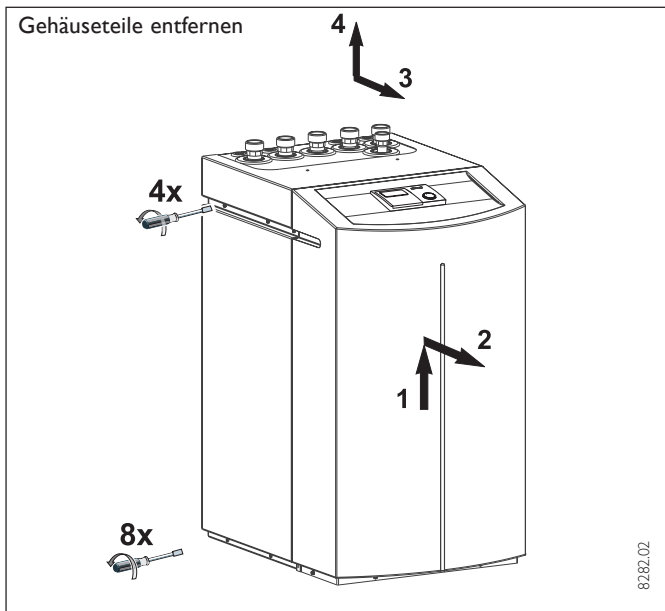

Abb. 10
2. Die acht Schrauben am Sockel des Gerätes herausdrehen (Abb. 10) und das Gehäuse auf den Boden herunterlassen.
Die Anschlussklemmen befinden sich im Schaltkasten (Abb. 15) der WPF und sind nach dem Entfernen der Fronthaube (Abb. 10) und öffnen der Abdeckklappe zugänglich. Zum Öffnen der Abdeckklappe sind die Befestigungsschrauben seitlich, oben am Schaltkasten zu entfernen. Beim Entfernen der Fronthaube ist darauf zu achten, dass die Leitungen, die den Wärmepumpenmanager mit dem Schaltkasten verbinden, nicht abgerissen werden. Um das Gerät elektrisch anschließen zu können, muss nun noch der Deckel (Abb. 10) demontiert werden.